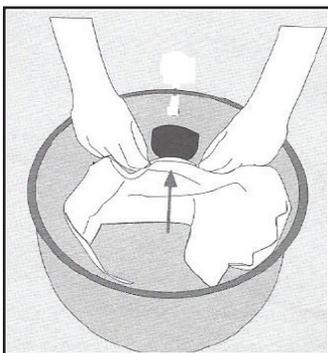

FIGURA 2
- Direcione a abertura do saco de papel na conexão da mangueira, e o pressione até seu encaixe total (figura 2).